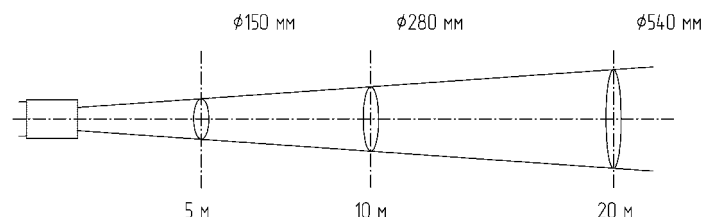
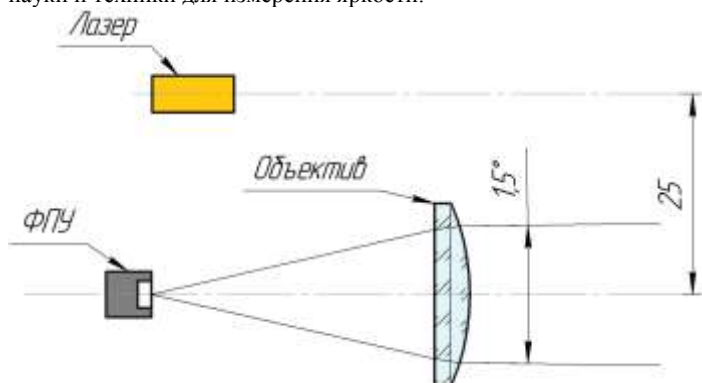

Рис. 2. Зависимость диаметра площадки фотометрирования от расстояния.
Рис. 1. Принципиальная оптическая схема
5.6. Зажмите кнопку «Режим». Идёт измерение яркости площадки, попадающей в угол фотометрирования прибора (Рис.2). Дождитесь стабилизации показаний прибора.
4.5. Соосно слева от фотоприёмного устройства установлен лазер (Рис.3), с помощью которого производится наводка прибора на измеряемое поле фотометрирования. Луч лазера излучается из передней части устройства. От центра измеряемого поля до точки лазера 25 мм (Рис. 1). Диаметр площадки фотометрирования указан на Рис. 2.